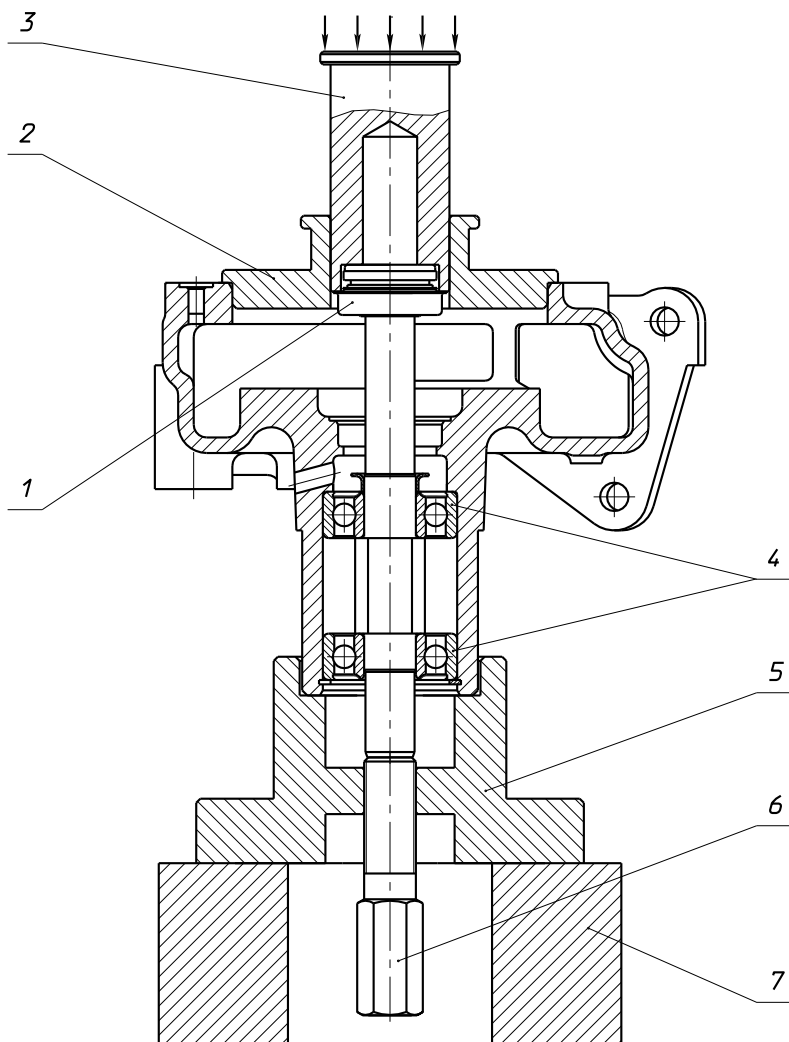

Рис.108. Установка торцового уплотнения "КАСО"
1. Установить корпус насоса в сборе с валом и подшипниками через специальную проставку 5 вертикально на жесткую опору 7, которая имеет внутреннее отверстие для размещения установочного винта 6 (см. рисунок 108).